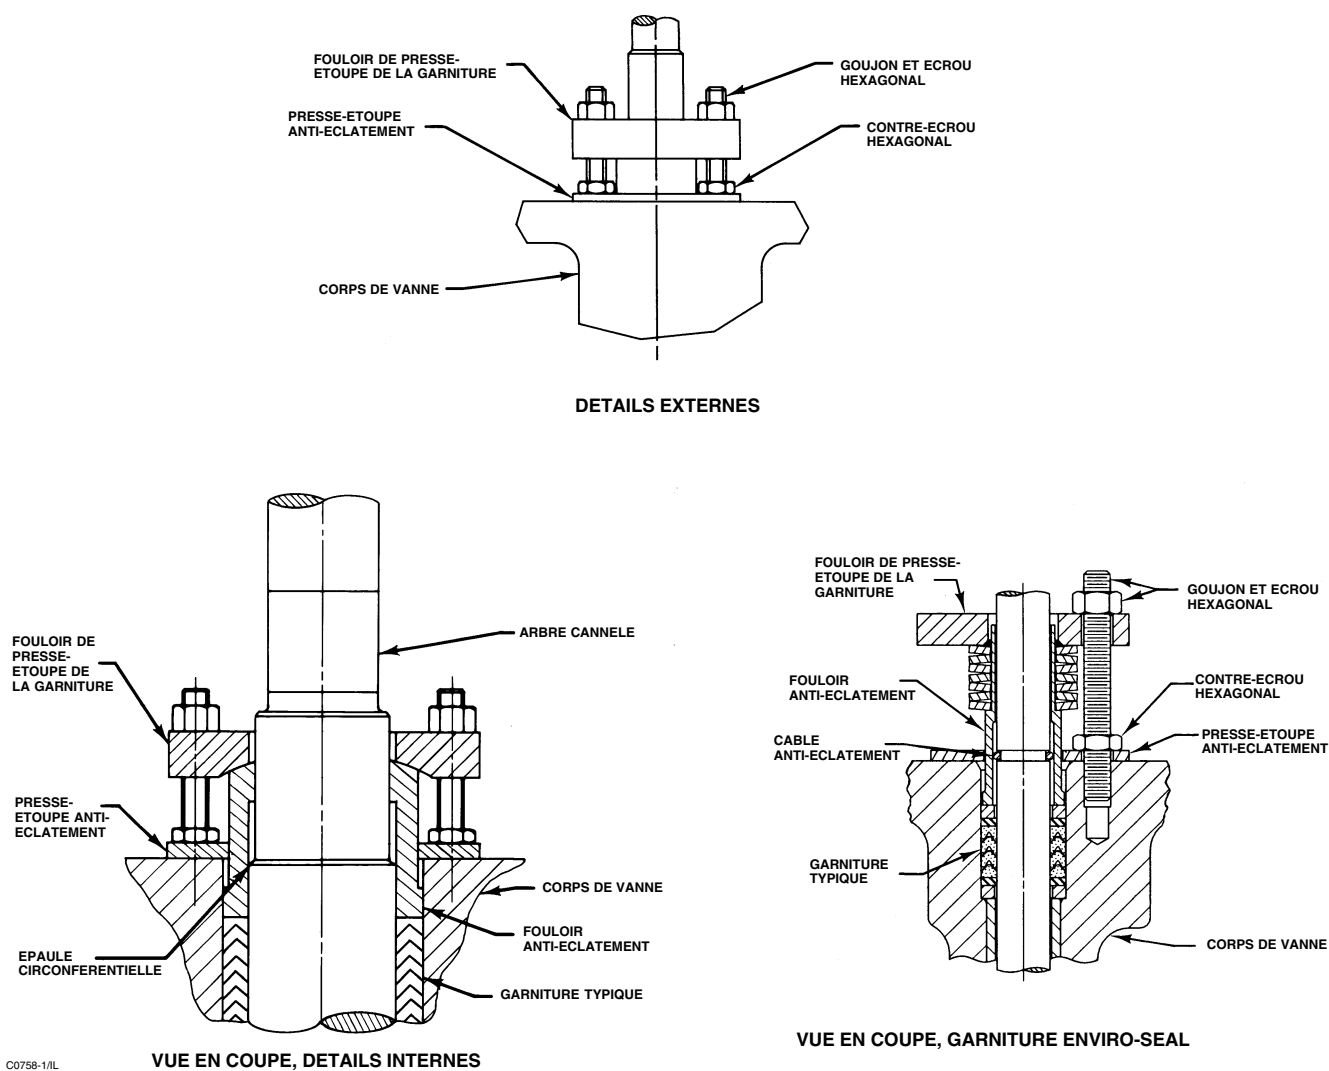

Figure 7. Détails de la conception anti-éclatement
2. Retirer les contre-écrous hexagonaux (n° 17) et la bride anti-éclatement (n° 10). Retirer le fouloir de presse-étoupe de la garniture (n° 12). Consulter la figure 7 pour des détails sur les pièces de type anti-éclatement.